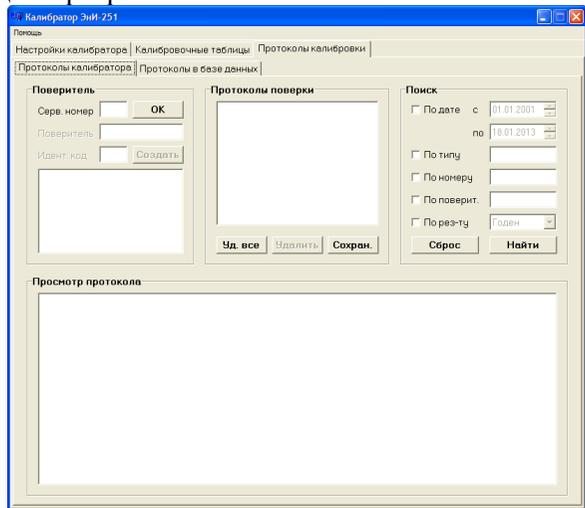

Рис.5.4.8 - Протоколы поверки в памяти калибратора
5.4.5 Для выполнения операций с протоколами поверки в памяти калибратора, необходимо перейти на вкладку программы «Протоколы калибровки» -> «Протоколы калибратора» (Рис. 5.4.8), которая состоит из четырех функциональных блоков: «Поверитель», «Протоколы поверки», «Поиск», «Просмотр протокола».
Для идентификации поверителей, допущенных к работе с калибратором, в программе имеется специальный модуль учета пользователей – блок «Поверитель». Поле «Серв. номер» (Рис. 5.4.8) служит для ввода кодовой последовательности, которая создана для защиты критических операций программы.